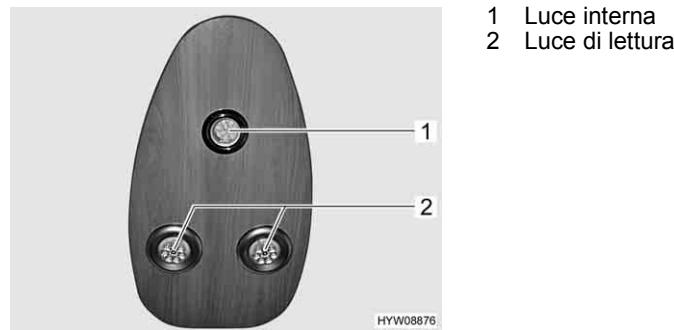

Fig. 92 Luci (cabina di guida)
La luce interna (Fig. 92,1) si accende automaticamente all'apertura tramite chiave o all'apertura di una delle porte del veicolo.
La luce interna (Fig. 92,1) si spegne automaticamente qualche secondo dopo la chiusura di tutte le porte, dopo la chiusura tramite chiave oppure dopo l'accensione del veicolo.
- Toccare una luce di lettura (Fig. 92,2). La luce di lettura è accesa.